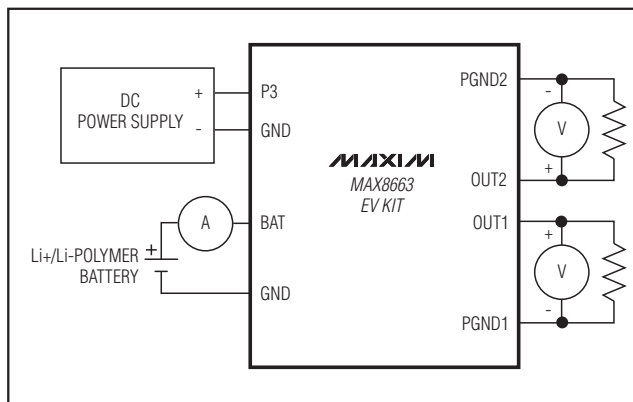

図1. 試験手順のセットアップ(注意：VL電圧は5.5Vを超えないようにしてください。)
- 11) ステップ16までバッテリーを接続しないことを除いて、図1に示すようにEVキットを接続します。